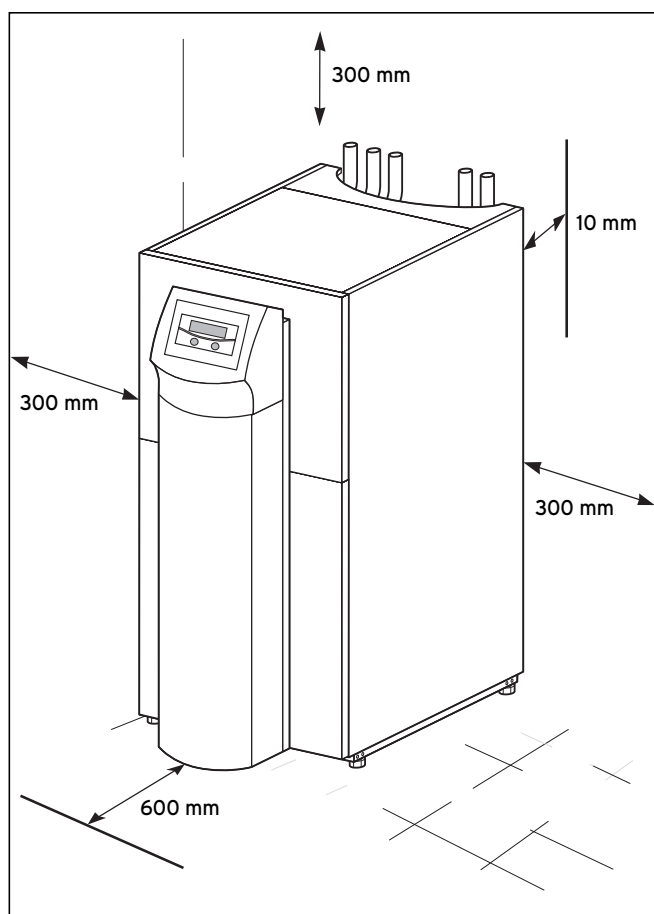

Bild 4.2 Min. avstånd för uppställning av värmepumpen
- Beakta min. väggavstånd vid uppställning av värmepumpen (se bild 4.2).